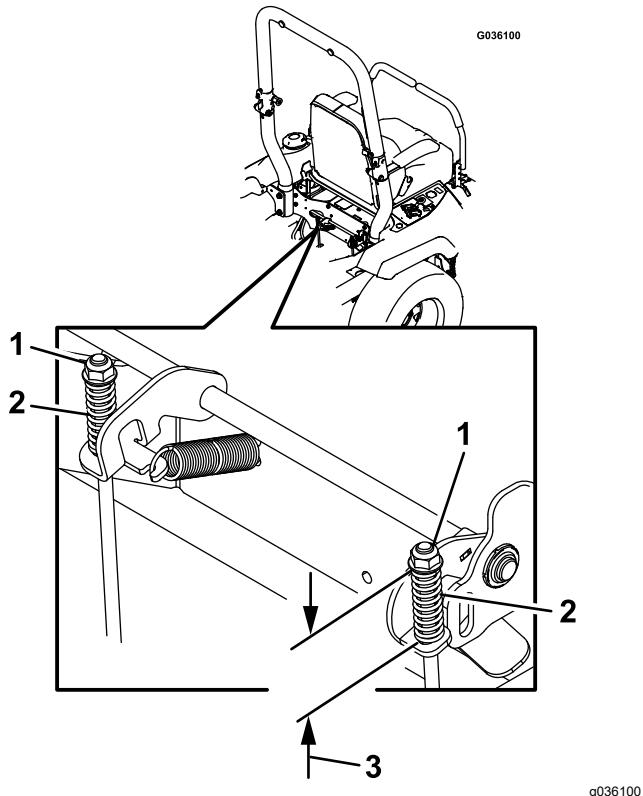

Figura 59
7. Verifique ambos os comprimentos da mola como se mostra na Figura 59. Se for necessário ajustar, rode a porca superior no sentido dos ponteiros do relógio para diminuir a mola e no sentido contrário para a deixar mais comprida.